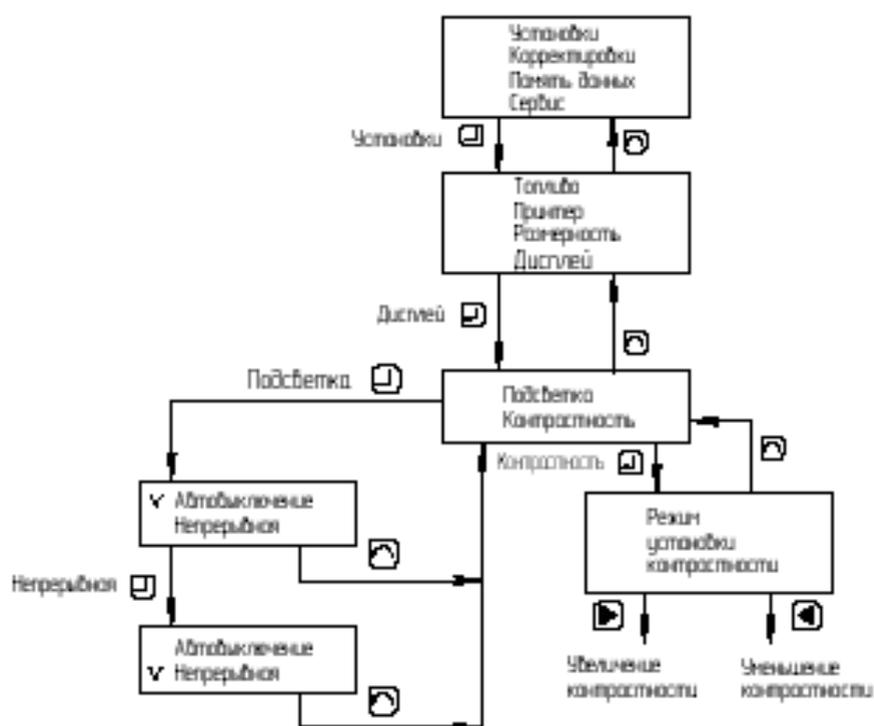

Рисунок 2.10 – Установка контрастности и режима отключения подсветки
2.4.4.1 Для установки требуемой контрастности ЖКИ необходимо выбрать пункт меню «УСТАНОВКИ→ДИСПЛЕЙ→КОНТРАСТНОСТЬ» (рисунок 2.10).
«» (рисунок 2.10). При выборе режима «Автоотключение» включенная подсветка автоматически отключается через 3 мин (или раньше при нажатии кнопки «»).